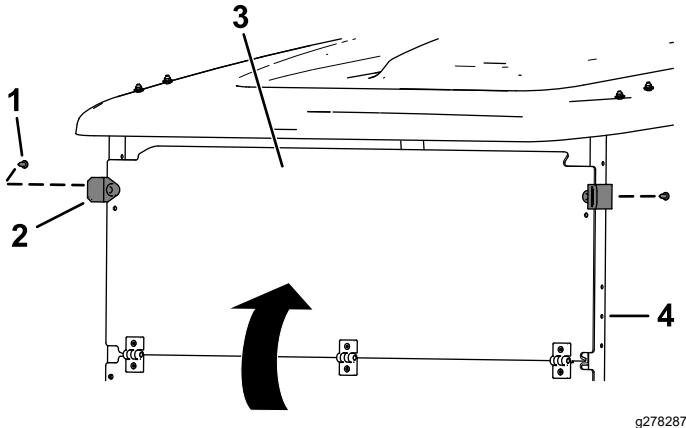

Figura 2
1. Dispiegate il parabrezza e fissate la sua parte superiore ai tubi di supporto del tettuccio utilizzando i 2 morsetti di gomma e i 2 rivetti corti di plastica nei fori superiori (Figura 2).